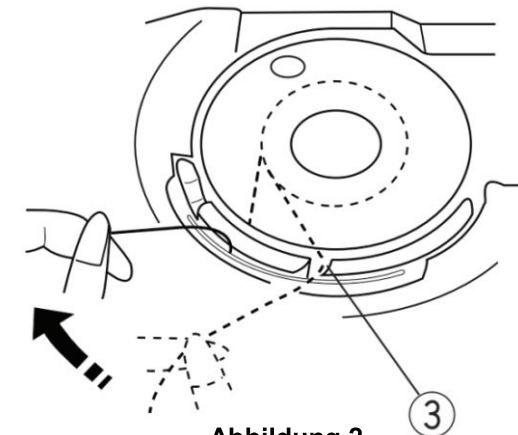

Abbildung 2
- ① Faden
- ② Spulenhalterung
Den Faden führen Sie durch die Nut ③ an der Vorderseite der Spulenhalterung (Abb. 2).
- ③ Nut an der Vorderseite der Spulenhalterung